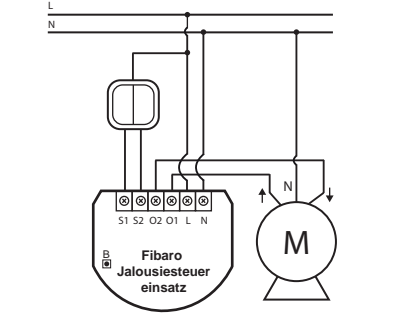

Abb. 1 Fibaro-Jalousiesteuereinsatz Anschlussplan
2. Schließen Sie den Fibaro-Jalousiesteuereinsatz gemäß der Abbildung 1 (für Rollläden, Jalousie o.Ä.) oder 2 (für Garagentor).
- 1) Stellen Sie sicher, dass das Gerät mit dem Stromnetz gemäß der Abbildung 1 verbunden ist.
- 2) Stellen Sie sicher, dass das Gerät mit dem Stromnetz gemäß der Abbildung 1 verbunden ist.
- 1) Stellen Sie sicher, dass das Gerät mit dem Stromnetz gemäß der Abbildung 1 verbunden ist, und die Steuerschalter angeschlossen sind (Schalter S1 und S2).